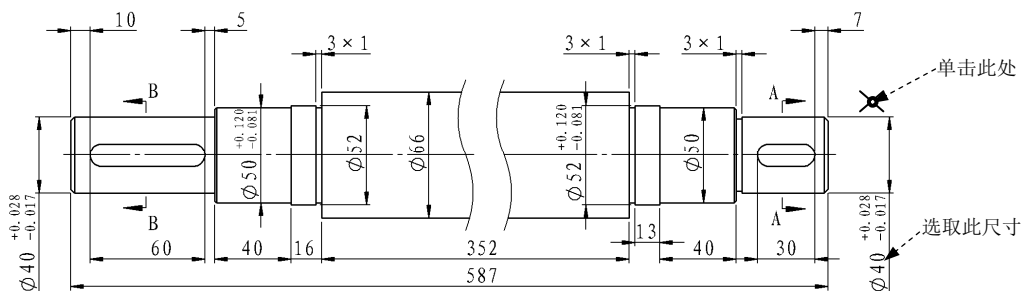

图 6.15.20 选取基准放置位置
(1) 选择命令。选择下拉菜单 **插入(I)** → **注解(A)** →  **基准特征符号(A)...** 命令，系统弹出“基准特征”对话框。
(2) 设置参数。在“基准特征”对话框 **设定(S)** 区域的 **A** 文本框中输入“C”，在 **引线(E)** 区域中取消选中 ☐ **使用文件样式(U)** 复选框，单击  按钮以显示其他按钮，再单击  和  按钮。
(3) 选取基准特征放置位置。选取图 6.15.20 所示的尺寸为标注尺寸，单击图 6.15.20 所示位置为基准特征放置位置。